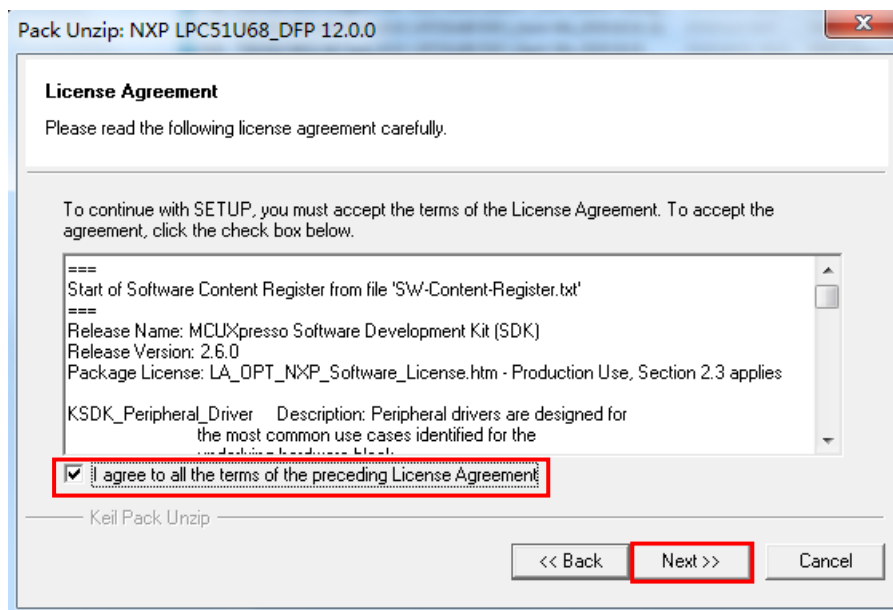

图 3.1.8 Keil Pack 安装页面
(7) 勾选同意协议的选项，并点击 Next 继续安装，如图 3.1.8 所示：